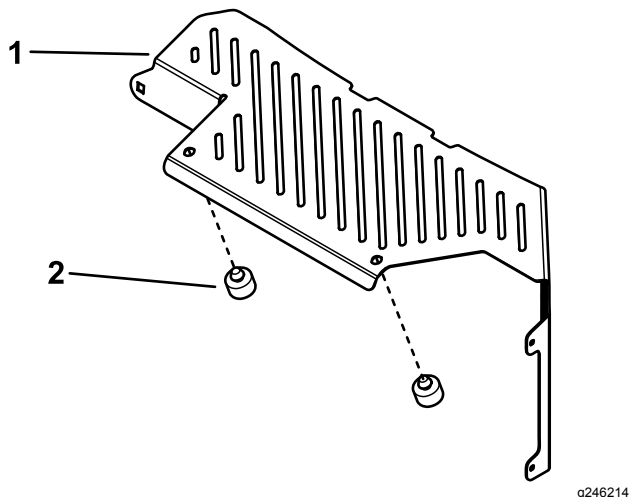

Figure 5
- Montez les 2 butées sur l'écran pare-chaueur (Figure 5).